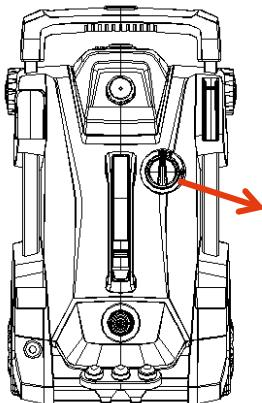
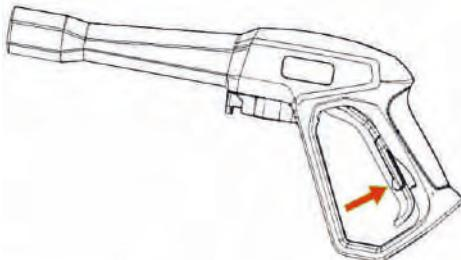

Рис. 7
Рис. 8
- Убедившись, что шланг подачи воды подсоединен к мойке, подключите мойку к сети и включите поворотом вправо выключателя (поворот из положения «ВыКЛ./0» в положение «ВКЛ./1») и нажмите на курок пистолета, как показано на рис. 7 и рис. 8.